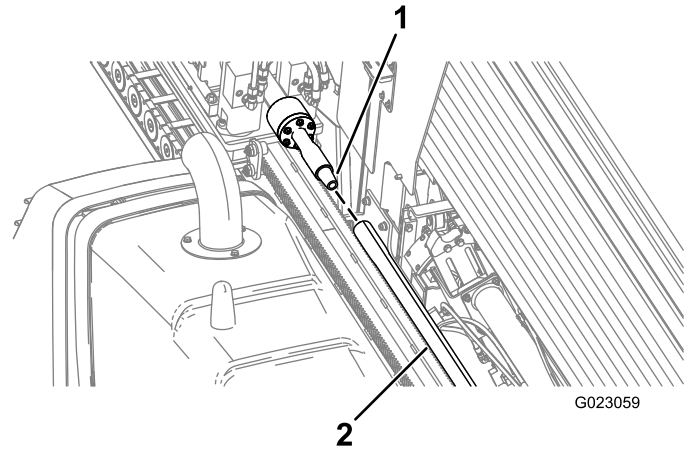

Figura 87
6. Gire el husillo de perforación en sentido horario y mueva el carro lentamente hacia adelante para introducir el husillo en el extremo hembra del tubo (Figura 87).
- Gire el husillo de perforación en sentido horario y mueva el carro lentamente hacia adelante para introducir el husillo en el extremo hembra del tubo (Figura 87).